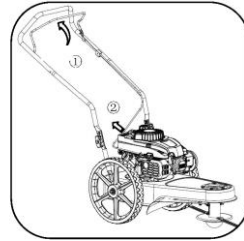

Рисунок 5-2
1. Нажмите на насос подкачки один или два раза, а затем нажмите на рычаг управления. См. Рисунок 5-2 и потяните за веревку стартера, чтобы запустить двигатель. См. рисунок 5-2.